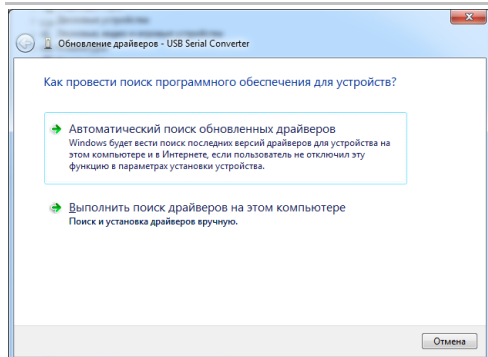

Рисунок 2.
6. Выберите пункт «Поиск драйверов на этом компьютере» (рисунок 2) и укажите путь к папке с драйверами.